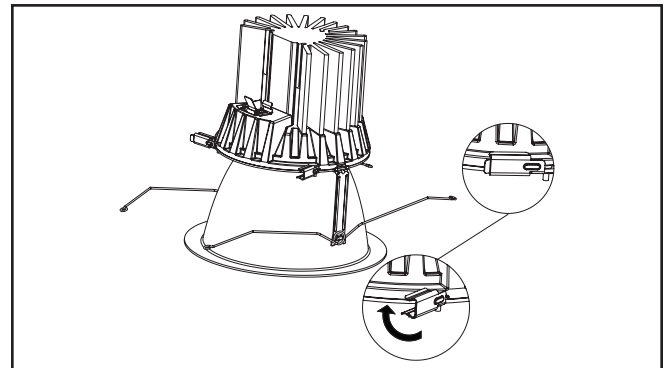

Figura 7.
3. Gire los clips laterales (3) para sujetar de manera segura el conjunto del borde al motor del LED (Figura 7.).